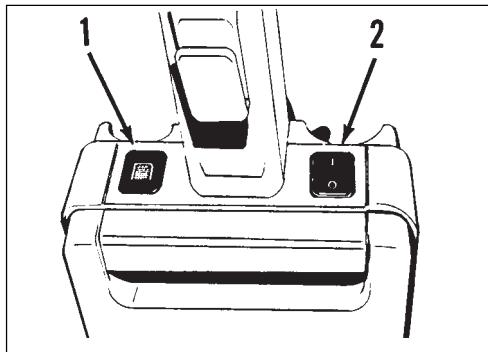

Figure 19
If the indicator light (1) comes on, see figure 19, or the motor stops, do the following:
Si le voyant (1) de l'indicateur lumineux s'éclaire (voir figure 19) ou si le moteur s'arrête, procédez comme suit :
1. Placez l'interrupteur I/O en position "O" (2).